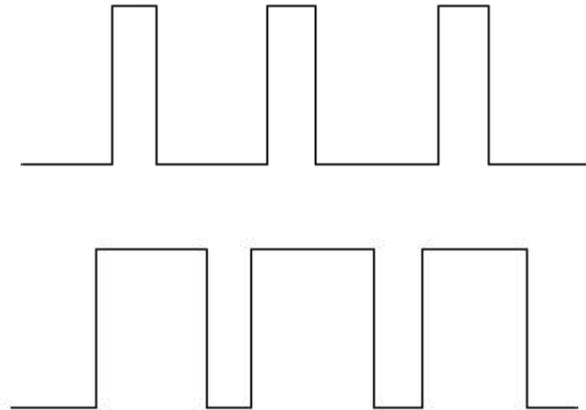

Abbildung 10-25 Impulsbreitenumkehr
**Impulsbreitenumkehr:** Umkehrung des PWM-Signals. Siehe Abbildung 10-25